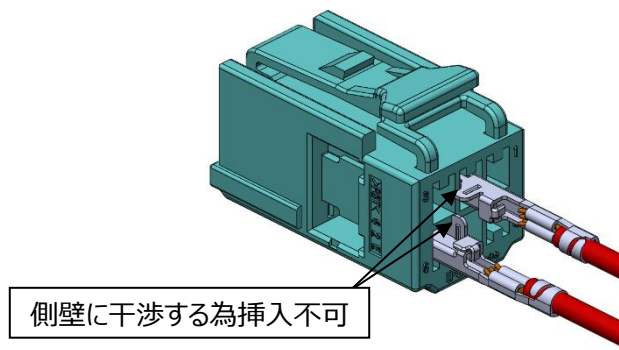

図 27.メスハウジング端子誤挿入
⑤図 27 に示すように、正規の向き以外では、端子はハウジングコアホールに挿入できません。
- ① 端子を正規の向き以外で挿入しないで下さい。無理に入れると、破損、変形の恐れがあります。また、端子を誤挿入するとメスハウジングのコアホールに挿入できません。(図 27 参照)
- ② 端子挿入後、電線を強く引張らないで下さい。